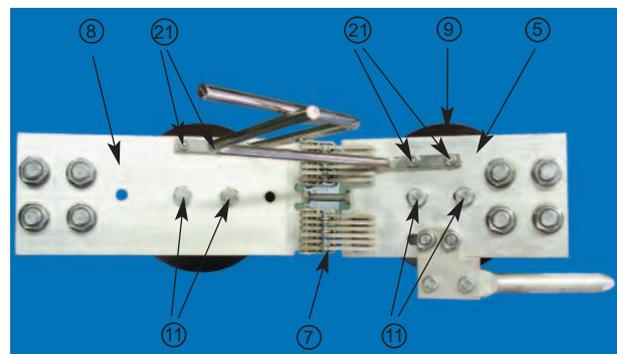

Abb. 15: (Ab)montieren des Hauptkontaktssystems
- Kontaktplatte mit Kontaktfinger (8) durch Lösen der beiden Befestigungsschrauben M 10x25 (11) vom feststehenden Isolator (12) entfernen (Abb. 15)
- Neue Kontaktplatte mit Kontaktfingern (8) mit den beiden Befestigungsschrauben M 10x25 (11) auf den feststehenden Isolator montieren und geringfügig anziehen
- Linearität der neuen Kontaktplatte (8) zur beweglichen Anschlussplatte (5) unter zu Hilfenahme eines Lineals sicherstellen
- Befestigungsschrauben M 10x25 (11) der Kontaktplatte (8) anziehen (Anziehdrehmoment: 32 Nm)